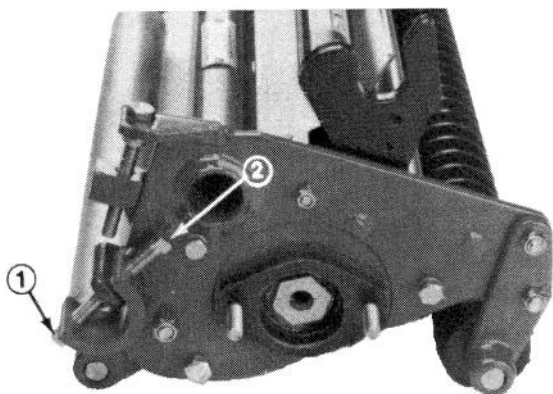

Figure 1
1. Le réglage du contre-couteau par rapport au tambour est effectué en desserrant d'abord la vis inférieure de chaque côté du module de coupe (Fig.1), puis en serrant la vis supérieure de réglage de chaque côté de celui-ci. Ce réglage rapprochera le contre-couteau des lames du tambour.
2. Après avoir réglé le contre-couteau par rapport au tambour, vérifiez que les deux vis de réglage inférieure et supérieure sont bien serrées aux deux extrémités du module de coupe (Fig.1).